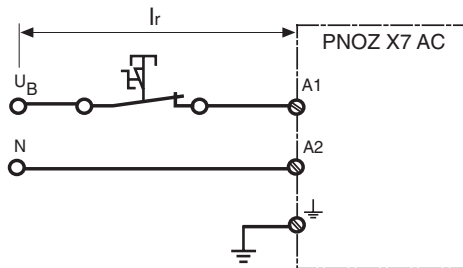

Fig. 3: Leitungslänge  $I_r$  bei Ringleitung/Cable length  $I_r$  with a ring circuit/Longueur de câblage  $I_r$  en boucle
- Ringleitung, 1 Phase (s. Fig. 3): 1 km
- ring circuit (Fig. 3): 1 km
- Câblage en boucle (v. Fig. 3): 1 km